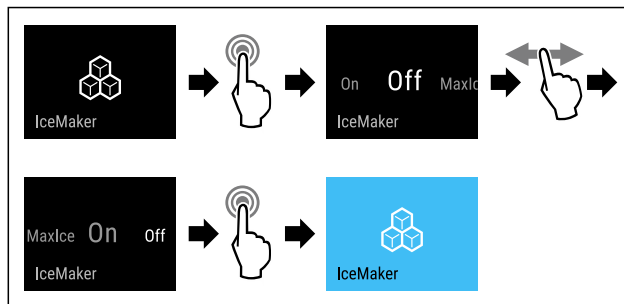

Fig. 19
- ▶ Udfør handlingstrinene (se Fig. 19) .